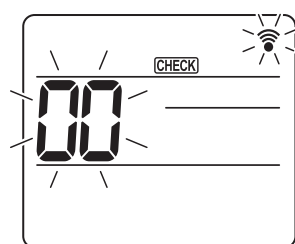
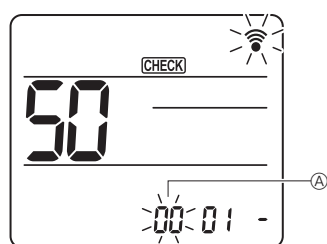
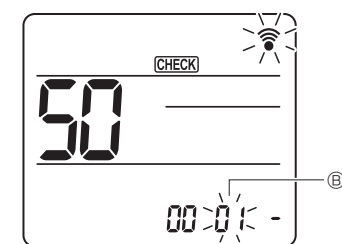
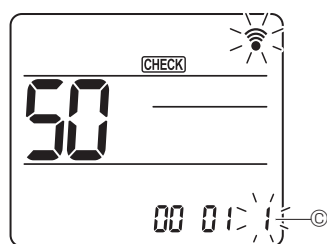

Fig. 7-18
Fig. 7-19
Fig. 7-20
Fig. 7-21
7.4.2. Mit der drahtlosen Fernbedienung (Fig. 7-18, Fig. 7-19, Fig. 7-20, Fig. 7-21)
① Funktionsauswahlmodus aufrufen
- Drücken Sie Taste [MENU] 5 Sekunden lang. (Nehmen Sie diesen Schritt vor, wenn das Fernbedienungsdisplay gestoppt ist.) [CHECK] leuchtet und "00" blinkt. (Fig. 7-18)
② Einstellen der Gerätenummer
- Drücken Sie zum Einstellen der Gerätenummer ① die Taste [5]. (Fig. 7-19)
③ Auswählen eines Modus
- Drücken Sie zum Einstellen der Modusnummer ② die Taste [5]. (Fig. 7-20)
④ Auswählen der Einstellungsnummer
- Ändern Sie mit der Taste [5] die Einstellungsnummer ③. (Fig. 7-21)
⑤ Auswählen mehrerer Funktionen nacheinander
- Wiederholen Sie die Auswahl von ③ und ④, um mehrere Funktionen nacheinander zu ändern.
⑥ Abschluss der Funktionsauswahl